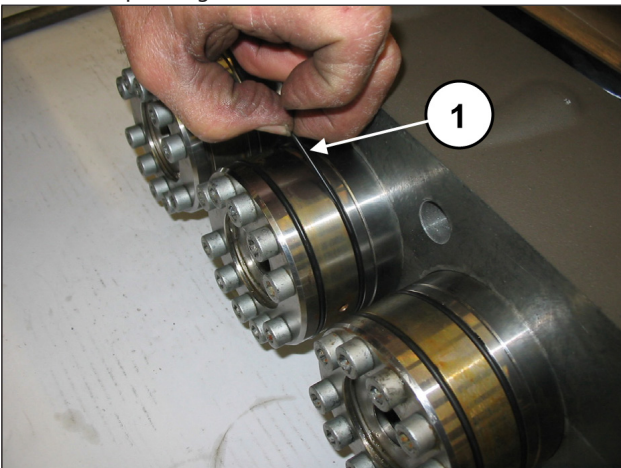
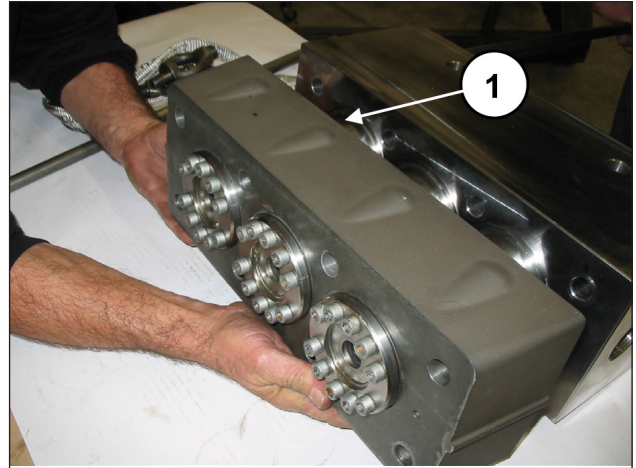

Fig. 110
Fig. 111
Déposer les joints toriques des supports de joint (rep. ①, Fig. 110) et dégager l'entretoise des chemises des groupes chemises (rep. ①, Fig. 111).